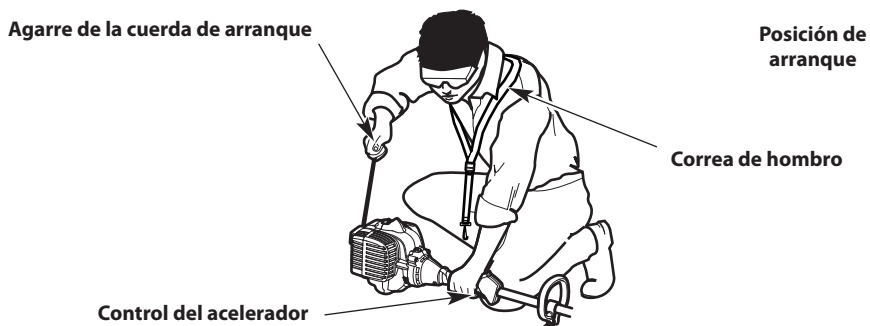

Fig. 12
ADVERTENCIA: Se debe evitar arrancar accidentalmente la unidad. A fin de evitar que se produzcan lesiones graves, el operador y la unidad deben estar en una posición estable cuando se jala la cuerda de arranque (Fig. 12).
3. Agacharse en la posición de arranque (Fig. 12).
5. Tire de la cuerda de arranque con un movimiento firme y controlado **5 veces** (Fig. 12).
7. Tire de la cuerda de arranque **5 veces** con movimiento regulado y firme para arrancar el motor (Fig. 12).